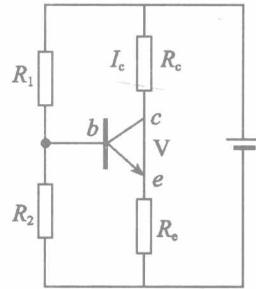

图 1-1-10
2. 在检修电路时，有时需要了解某一电路的工作电流。若断开电路感到困难，这时可以采用间接测量的方法来解决。如图 1-1-10 所示，这是电子电路中常见的单管放大电路，要测量三极管 V 的集电极电流 I_c ，在电路板上断开集电极回路测量不够方便。这时可用万用表测量电阻 R_c 的两端电压 U_c ，读出 R_c 电阻数值，再根据欧姆定律 $I = U/R$ ，就可以计算出三极管 V 的集电极电流 I_c 。